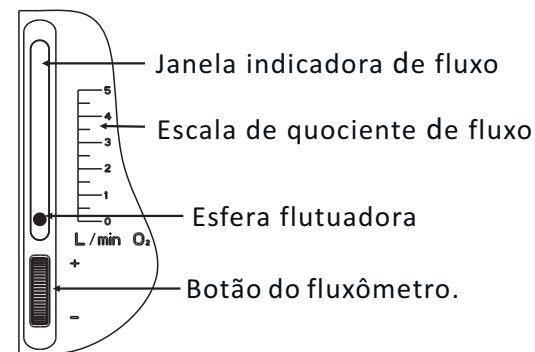

Figura 6: configuração do quociente de fluxo.
1. QUOCIENTE DE VAZÃO (Figura 6)